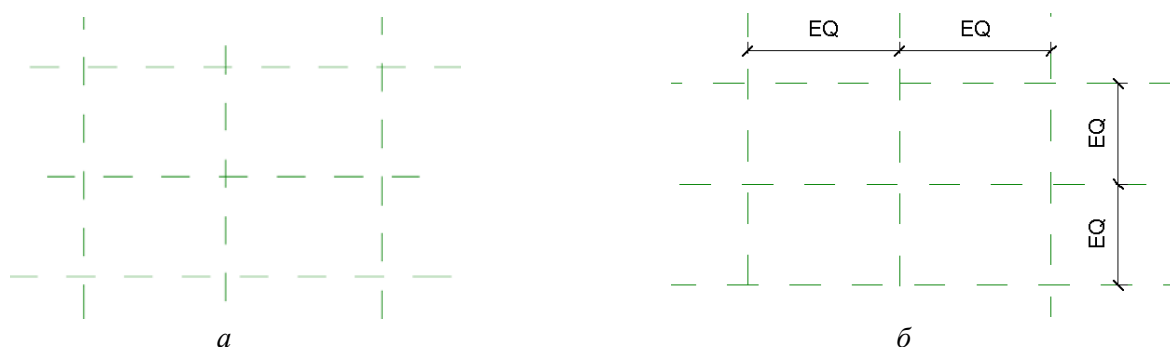

Рис. 2.6. Создание опорных плоскостей
3. Вокруг исходных опорных плоскостей построить опорные плоскости для контура столешницы (зеленые штриховые линии): Создание – Основа – Опорная плоскость (рис. 2.6, а).
4. Создать правило симметричного расположения новых опорных плоскостей относительно исходных опорных плоскостей: Аннотации – Параллельный – поставить цепочку размеров – активизировать у размерной цепочки режим EQ (рис. 2.6, б).